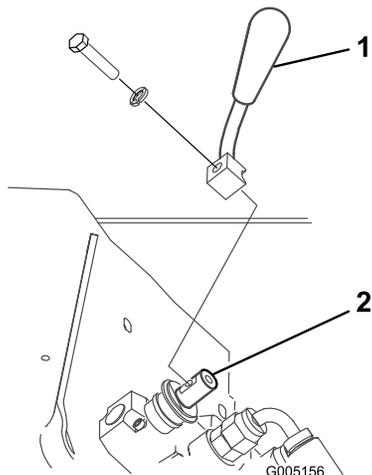

Рисунок 4
2. Прикрепите рычаг к клапану переключения скоростей с помощью болта и стопорной шайбы, как показано на Рисунок 4.